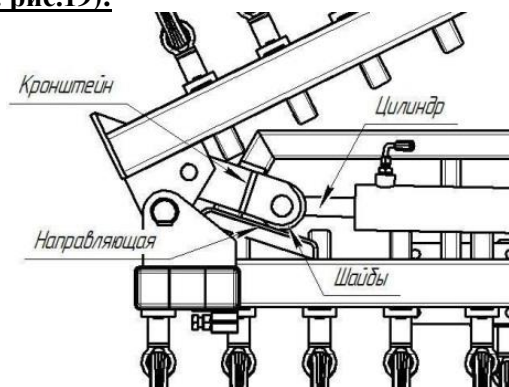

Рисунок 19 Положение кронштейна при раскладывании крыла
**ВНИМАНИЕ: При переводе культиваторов КПМ-6, КПМ-8, КПМ-10 из транспортного положения в рабочее, для плавного открытия крыла, убедитесь в том, что шайбы кронштейна лежат на наклонной поверхности направляющей (см. рис.19)!**